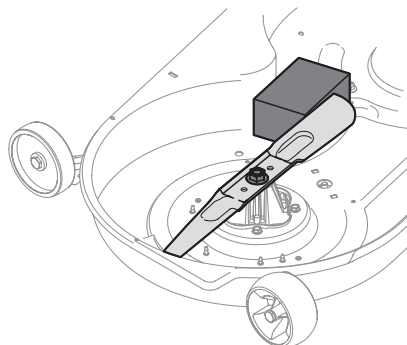

Figura 46
2. Coloque un bloque de madera entre el deflector del alojamiento de la plataforma y la cuchilla de corte para que actúe como estabilizador (Figura 46).
3. Coloque un bloque de madera entre el deflector del alojamiento de la plataforma y la cuchilla de corte para que actúe como estabilizador (Figura 46 en la página 69).